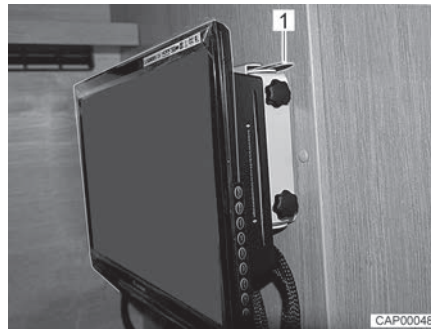
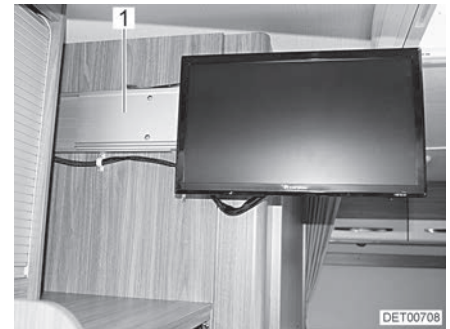

Bild 92 Platt bildskärm i färdläge
Bild 93 Platt bildskärm i TV-ställning
- Koppla ur låsfjäder (Bild 92,1).
- Skjut den platta bildskärmen vågrätt till stopp i hållaren (Bild 93,1). Låsfjädersnålen (Bild 92,1) hakar fast hörbart.